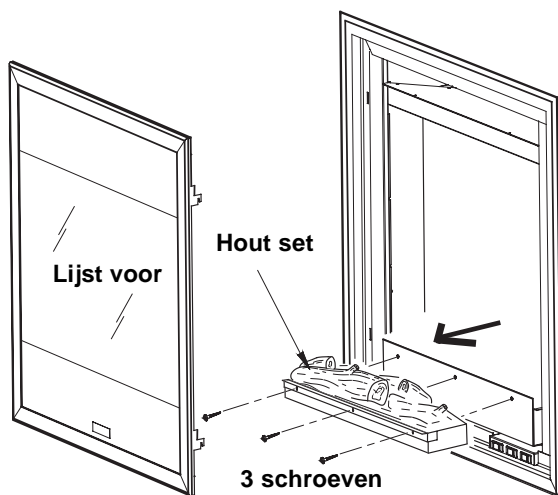

Fig. 7
3. Neem de houtset uit door het geheel aan de onderkant vast te pakken en voorzichtig naar voren te draaien (blokken zijn breekbaar!) – zie fig. 7.